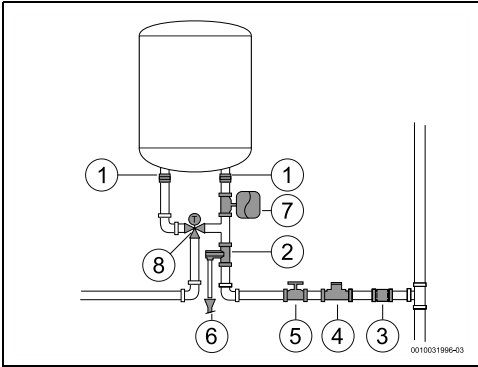

Fig. 15
- Se recomienda instalar una válvula termostática (fig. 15, [8]) en el tubo de descarga del aparato si se utilizan tubos PEX. Ajustarla para cumplir con el rendimiento del material usado.
- ▶ No instalar nunca accesorios (diferentes a los que se muestran en la fig. 15) entre la válvula de seguridad y la entrada de agua fría (lado derecho) del aparato.
- ▶ Instalar un reductor de presión (fig. 15, [4]). La válvula de seguridad se activará siempre que la presión de agua dentro del aparato se sitúe por encima de 8 bar (± 1 bar), por lo que será necesario planificar una forma para vaciar esta agua.
- ▶ Instalar un vaso de expansión (fig. 15, [7]) para impedir que la válvula de seguridad se abra con tanta frecuencia. El volumen del vaso de expansión debería ser equivalente al 5 % del volumen del aparato.